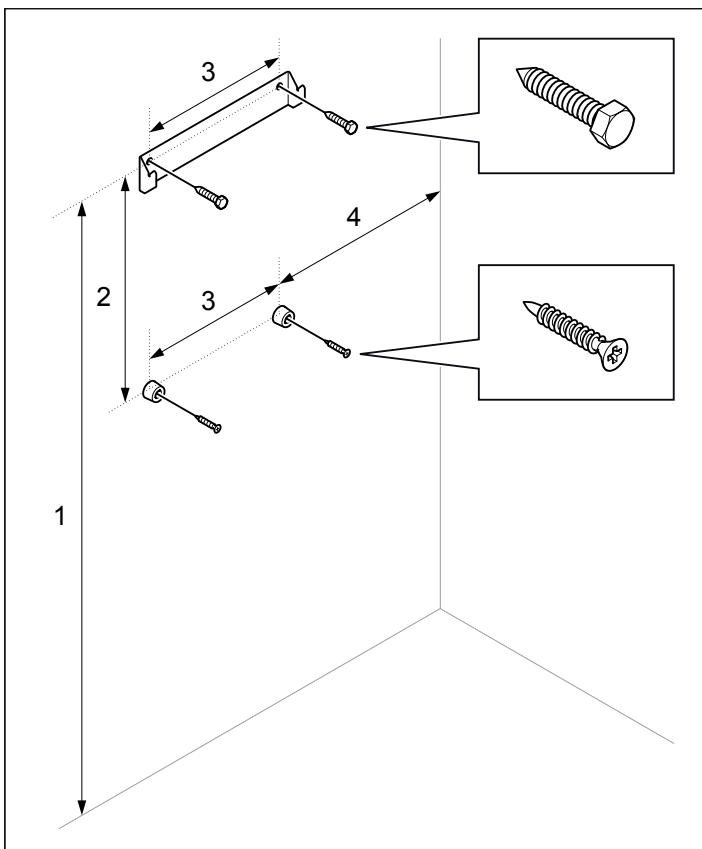

Fig 8: Konsol med skruvar och distanser
1. Montera konsolen och distanserna på väggen enligt måtsättning (se Fig 8).